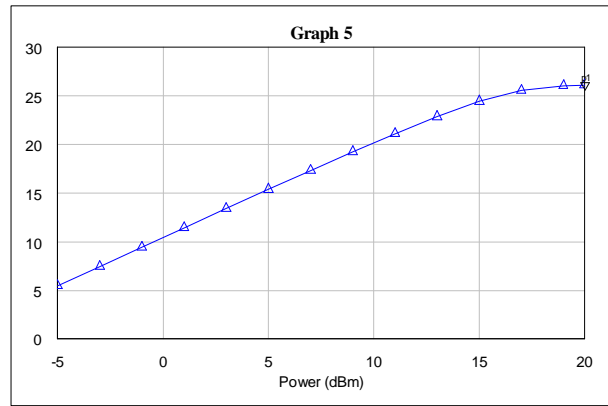

Рис.4
3.3.4. Рассчитать и вывести на график динамическую характеристику при одночастотном воздействии. Примерный вид характеристики показан на Рис.4